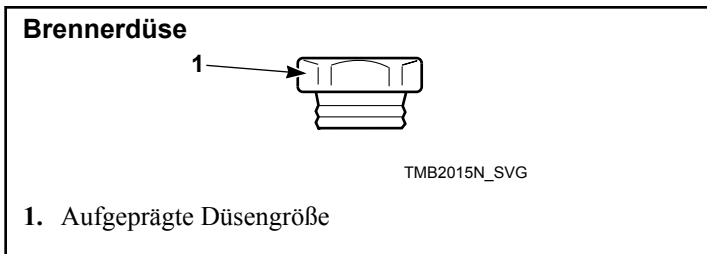

Abbildung 14
3. Installieren Sie die neue(n) korrekte(n) Brennerdüse(n). Siehe *Abbildung 14*. Drehmoment jeweils 9 – 10 Nm.
4. Den Ventilfußhalter wieder am Gasventil anbringen und sicherstellen, dass die Brennerdüse(n) mit dem Brennerrohr-Öffnungsschlitz ausgerichtet ist/sind. Siehe *Abbildung 14*.